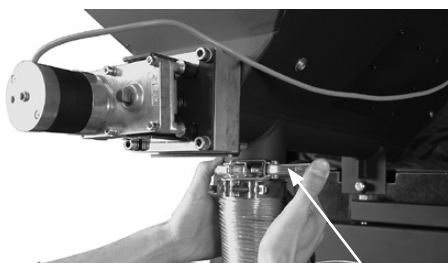

Fig. 08
9. Ouvrir la bague de serrage située au-dessus de l'écluse à roue cellulaire (Fig. 08).